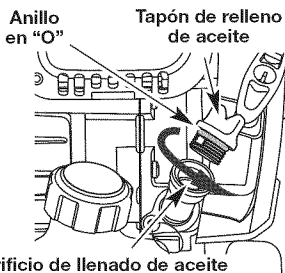
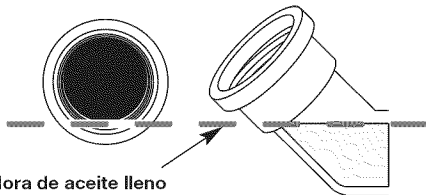

Fig. 10
Fig. 12
2. Saque el tapón de aceite/ varilla de medición del cigüeñal (Fig. 10).
2. Quite el tapón de llenado de aceite del cárter (Fig. 10).
3. Revise el orificio de llenado de aceite (Fig. 10). Si el nivel de aceite llega hasta la primera rosca, entonces no añada más aceite (Fig. 12). Si no es así, continúe llenando con aceite hasta que llegue a la marca.